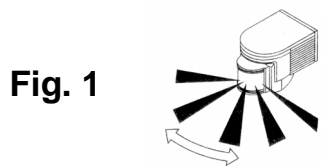
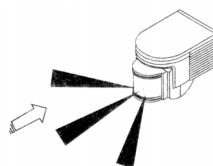

Fig. 1
Fig. 2
- You can adjust the detection area according to your needs : turn the device to the left or right and aim it up or down. Note that the detector is much more sensitive to objects moving across the detection area (fig. 1 below) than it is to objects coming straight at it (fig. 2 below). This is a very important consideration when selecting the mounting location.
- U kunt de detectiezone aanpassen aan uw behoeften : u kunt de detector naar links/rechts draaien en naar boven/beneden richten. Merk op dat de detector veel gevoeliger is voor voorwerpen die de detectiezone dwarsen (fig. 1 blz. 1) dan voor voorwerpen die recht op de detector afgaan (fig. 2 blz. 1). Dit is een zeer belangrijke overweging bij de keuze van de montageplaats.